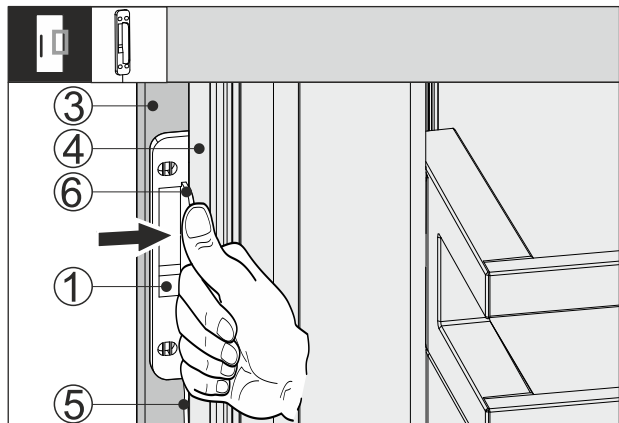

Fig. 67
- Pousser le capteur de frappe Fig. 67 (1) entre la façade du meuble Fig. 67 (3) et la porte de l'appareil Fig. 67 (4) de manière à légèrement tendre le câble Fig. 67 (5). La butée Fig. 67 (6) du capteur de frappe est contre la porte de l'appareil Fig. 67 (4).
- Presser le capteur de frappe Fig. 67 (1) contre la façade du meuble Fig. 67 (3).
- Le capteur de frappe Fig. 67 (1) est collé. Coller le capteur de frappe permet d'optimiser la transmission du signal de frappe.
La fixation permanente du capteur de frappe Fig. 67 (1) augmente sa durée de vie.
- Avec les vis fournies, visser le capteur de frappe Fig. 67 (1) sur la façade de l'appareil Fig. 67 (3).